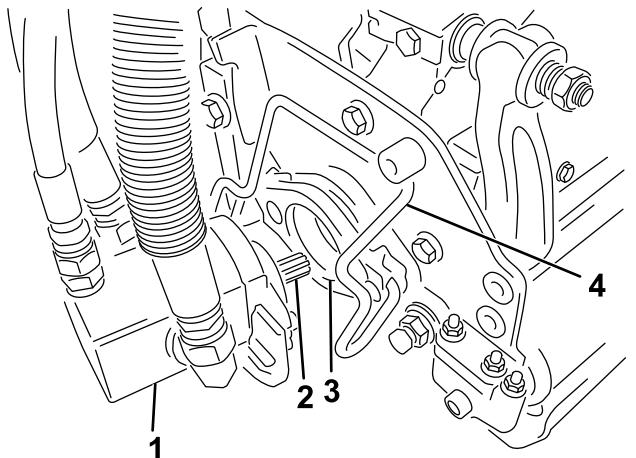

Figura 49
5. Spalmate del grasso pulito sull'albero scanalato del motore dell'apparato di taglio (Figura 49).
6. Inserite il motore nel lato sinistro dell'apparato di taglio (come mostrato dalla posizione dell'operatore) e tirate la barra di fissaggio del motore sull'apparato di taglio verso il motore stesso fino a udire chiaramente uno scatto da ambo i lati del motore (Figura 49).